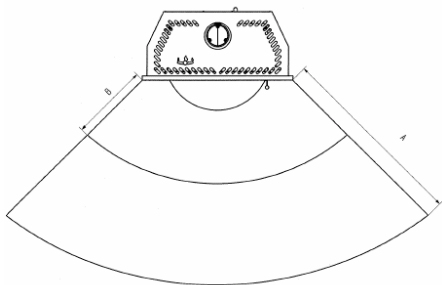

Fig. 8
**110 cm (A)**, misurati dal bordo anteriore dell'apertura del focolare. La distanza di sicurezza si riduce ai **50 cm (B)** qualora di fronte all'elemento sia installata una protezione areata (v. fig. 8).